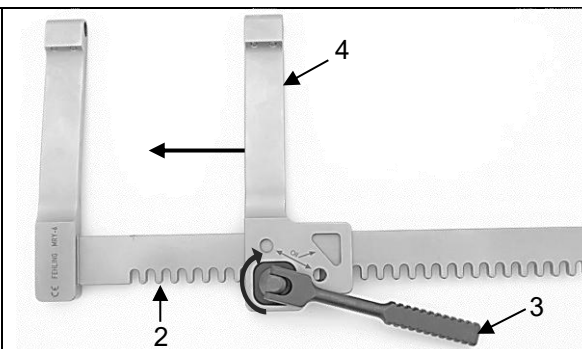

Fig. 17
Ruotando la leva di azionamento (3) in senso orario, spostare il braccio divaricatore mobile (4) lungo la cremagliera (2) verso l'interno, in direzione del braccio divaricatore fisso (1) (Fig. 17).